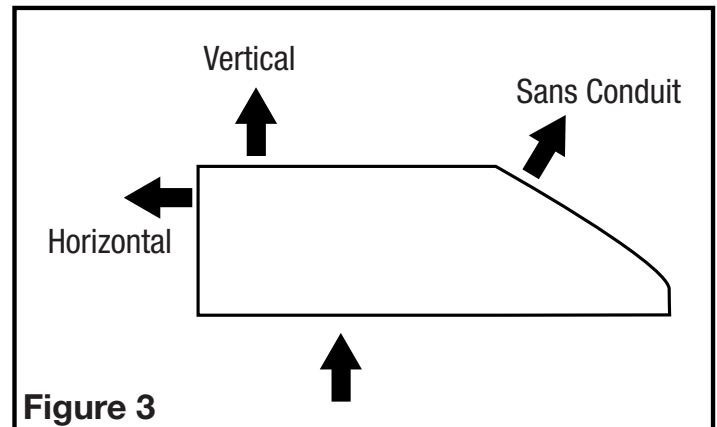

Figure 3
- Choisissez le type de conduit nécessaire. Ce modèle est équipé pour ventiler verticalement ou horizontalement à travers un conduit de 3-1/4 po x 10 po ou un conduit circulaire de 7 po. Il peut être modifié pour fonctionner sans conduits (re-circule l'air dans la cuisine) avec l'ajout d'un filtre à charbon du modèle CF-09S (non inclus) (**Figure 3**).